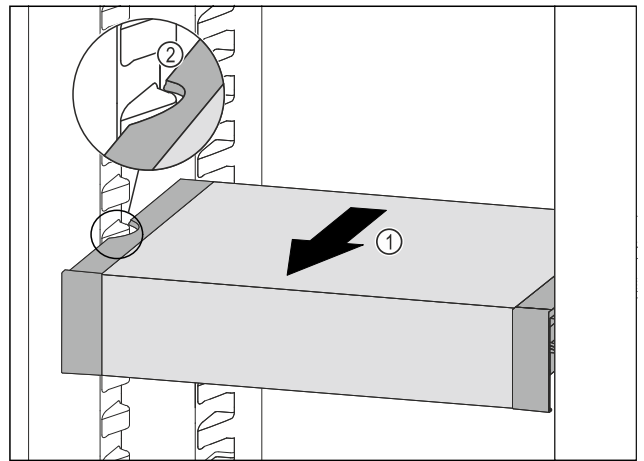

Fig. 41
- ▶ VarioSafe nach vorne ziehen Fig. 41 (1), bis sich die seitlichen Aussparungen des VarioSafes auf Höhe der Behälterrippe im Kühlteil befinden. Fig. 41 (2)